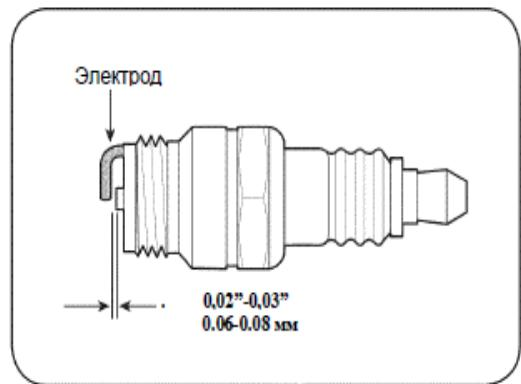

Рис. 20
3. Измерьте искровой зазор с помощью проволочного щупа. При необходимости исправьте зазор, отогнув боковой электрод (См. Рис. 20). Искровой зазор должен составлять 0,02–0,03 дюйма (0,60–0,80 мм).